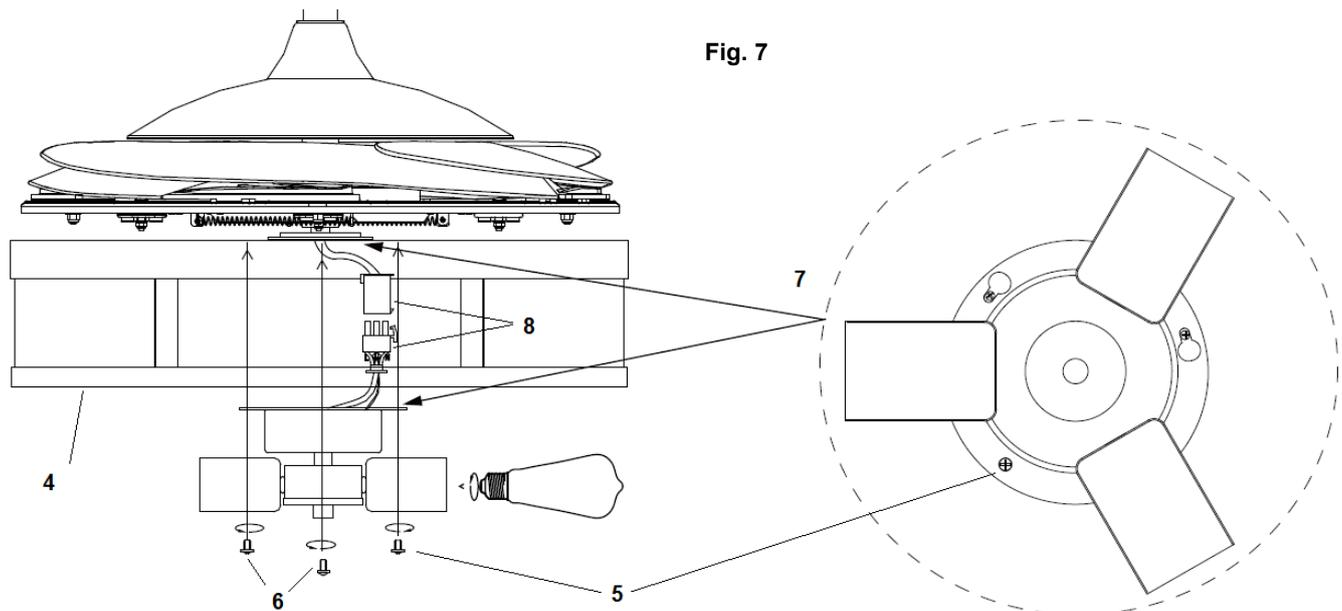

Fig. 7
- 44. Maak de stekkers (8) aan elkaar vast.
- 45. Draai de schroef (5) uit de lampenkap (4) los. Breng de twee sleufschroeven (6) op één lijn met de sleutelgaten van de lichtset (7). Fig.7